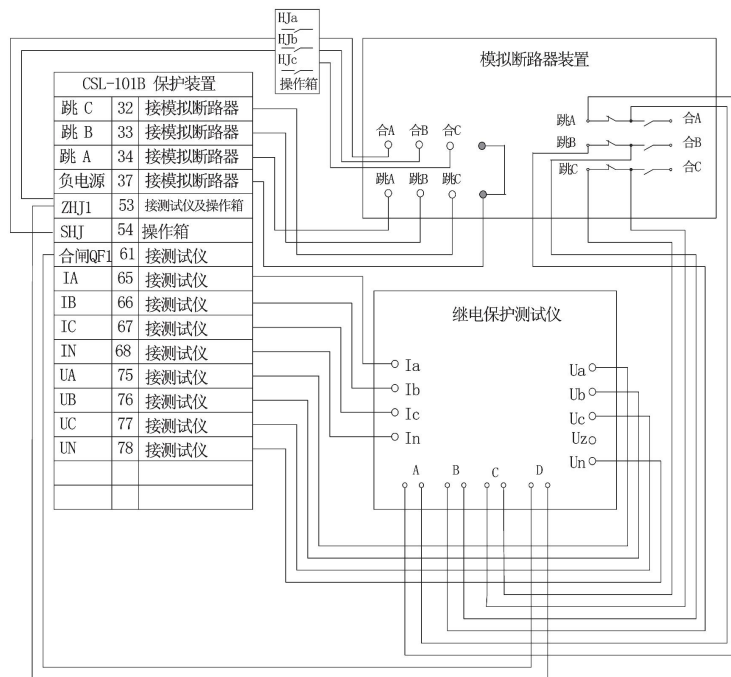

图 5
1、试验接线 断路器模拟装置开出量是以单跳闸线圈 I 的接点为例，见图 5。